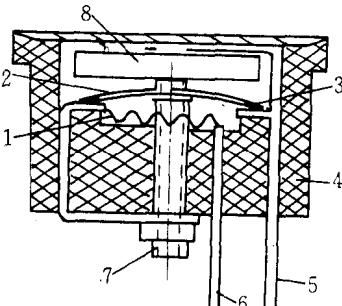

图 2
PTC自保式热保护器是针对这种情况开发的,该保护器在普通双金属片热保护器的基础上增加PTC元件构成自保、报警功能。下面结合图2,对该保护器的构造、原理及优点进行说明。
如图2所示。PTC自保式热保护器由电热丝①,双金属片②,触点